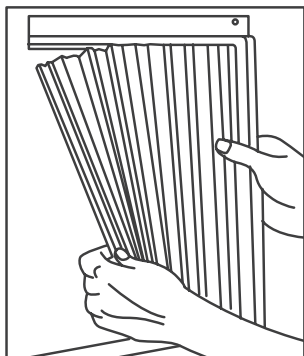

Fig.2
- Tenez le panneau accordéon d'une main et tirez doucement le centre vers l'arrière pour libérer l'extrémité ouverte. Voir la Fig.2.